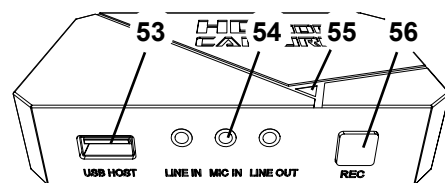

Рис. 35
⇒ Нажмите кнопку REC (56, рис. 35) на видеоманитофоне HDMI.
- ◆ Светодиодный индикатор (55, Рис. 35) загорается красным.
С помощью прилагаемой гарнитуры во время записи можно снабдить видеозаписи комментариями. Вставьте кабель микрофона гарнитуры (розовый штекер) в гнездо MIC IN (54, Рис. 35) (розовая маркировка).